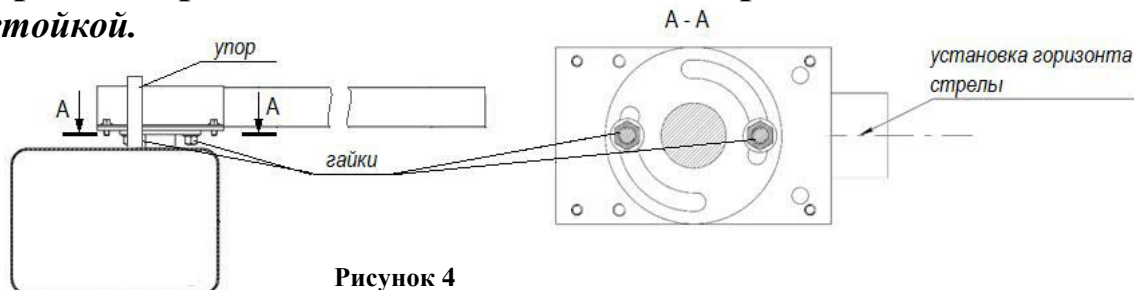

Рисунок 4
- * Ослабить две гайки ключом №19 (см. Рисунок 4);